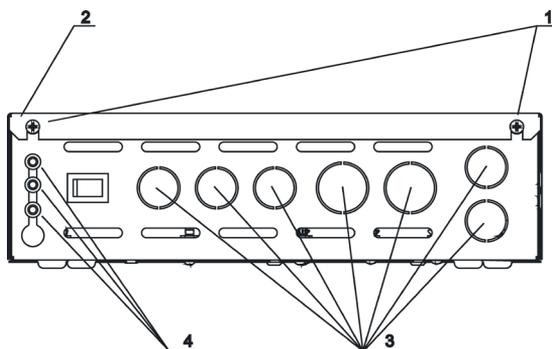
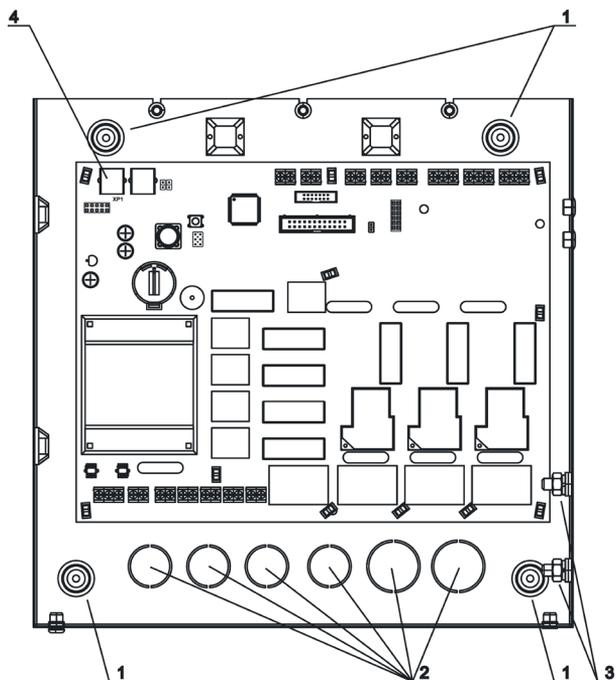

Рисунок 5 Блок мощности Comfort AIR+
Рисунок 6 Блок мощности Comfort AIR+
- Крестовой отверткой открутить винты фиксации крышки блока мощности (рис.5, поз.1)
- Снять верхнюю крышку (рис.5, поз.2)
- Закрепить корпус блока мощности на стене через крепежные отверстия на задней стенке корпуса (рис.6, поз.1). Диаметр крепежных отверстий 3.5 мм
Схема подключения нагрузки (электрокаменки, до 18кВт) и доп. оборудования (двигатели, контакторы, освещение, датчики) к пульту управления при наличии трёхфазной сети питания приведена на рис.6а.
Рисунок 6а Схема подключения блока мощности Comfort AIR+ при трёхфазной сети питания
электрокаменки (расположены на стенке внутри корпуса блока мощности, рис.6, поз.3)
Для ввода кабелей в корпусе блока мощности предусмотрены отверстия (рис.5, поз.3 – для ввода кабелей через нижнюю стенку корпуса и рис.6, поз.2 – для ввода кабелей через заднюю стенку корпуса).
Подключение доп. оборудования (двигатели, контакторы, освещение, датчики) производится согласно рис.6а.
Межблочный кабель и кабели датчиков заводятся в корпус блока мощности через резиновые сальники (рис. 5, поз.4).
В розетку XP1 платы блока мощности подключить второй разъем межблочного кабеля (рис.6, поз.4)
После выполнения всех подключений необходимо установить крышку блока мощности (рис.5, поз.2) на его корпус и зафиксировать крышку болтами (рис.5, поз.1).